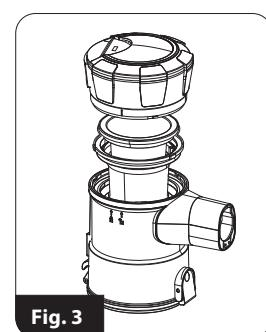

Fig. 3
3. Dal serbatoio per la polvere estrarre in ordine il filtro motore (11) e il filtro a rete (12) – (fig.3).